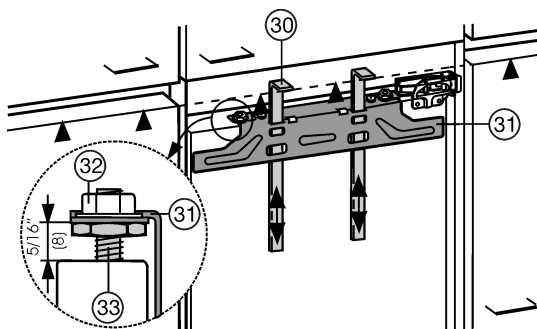

Fig. 25
Es preciso disponer de ayudas de montaje Fig. 25 (30) para montar ambas puertas. Por ello, monte las puertas del mueble de manera consecutiva.
- Desplace hacia arriba las ayudas de montaje Fig. 25 (30) a la altura de la puerta del mueble. Borde de tope inferior ▲ de la ayuda de montaje = borde superior para la puerta de mueble que va a montarse.